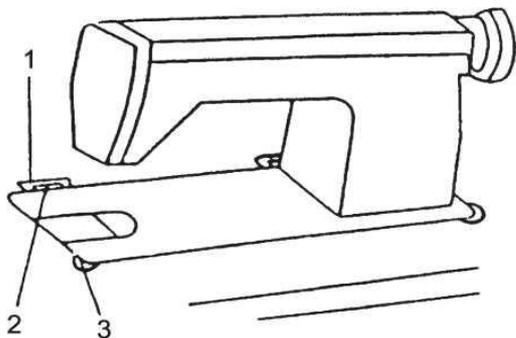

Figura 2
(2) Installazione della testa della macchina (vedi Figura 2) Nell'installazione, la cerniera (1) e il gommino (2) devono essere prima fissati saldamente con i chiodi così come si devono fissare i gommini.